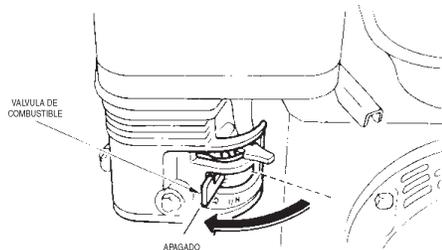

Figura 31. Palanca de la válvula de combustible (Posición OFF APAGADO)
- El mejor método para el acabado del concreto es caminar lentamente hacia atrás (Figura 31) con la allanadora, guiándola de un lado al otro. Esto cubrirá todas las huellas sobre el concreto mojado.
- Cierre **la válvula de apagado de combustible** (Figura 31) moviendo la palanca de la válvula de combustible a la posición de **OFF APAGADO**.